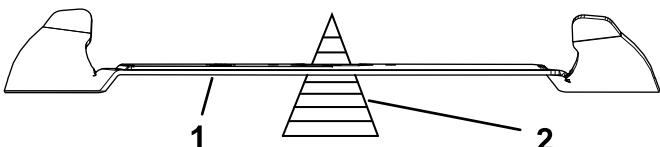

図 90
2. ブレードバランサーを使ってバランスを調べる図 90。
注 もし傾くようなら、重い方のセイル部を少し削って調整する図 90。